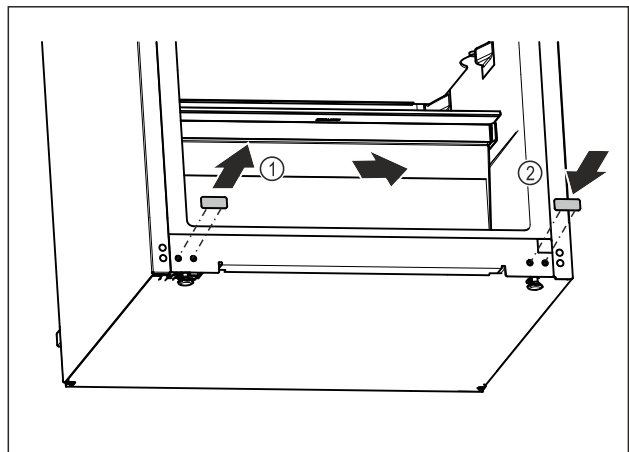

Fig. 21
- Hiqni tapat mbuluese. Fig. 21 (1)
- Vendosni tapat mbuluese në anën e kundërt. Fig. 21 (2)